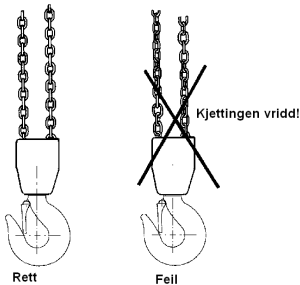

Fig. 5
- Kjettingen må ikke ha knekk eller være vridd. For toparts jekketalje (6 tonn) er det fare for at kjettingen blir vridd ved at underblokken vris gjennom kjettingslyngen. Dette skjer vanligvis ved ommontering eller flytting av kjettingtaljen mellom ulike arbeidssteder. Se fig. 5.
Kontroll av kroker (se fig. 5 og tabell 2)